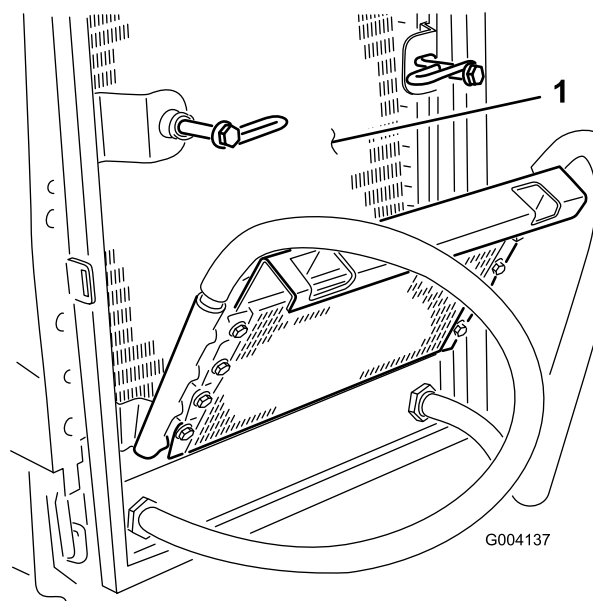

Figure 65
6. Nettoyez soigneusement les deux côtés du refroidisseur d'huile et du radiateur (Figure 65) à l'air comprimé.